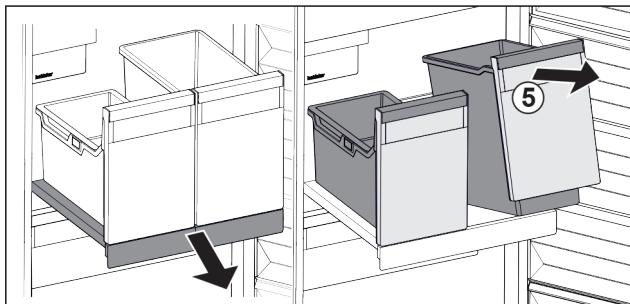

Fig. 41
- Soulever les bacs Fig. 41 (5) par l'avant.